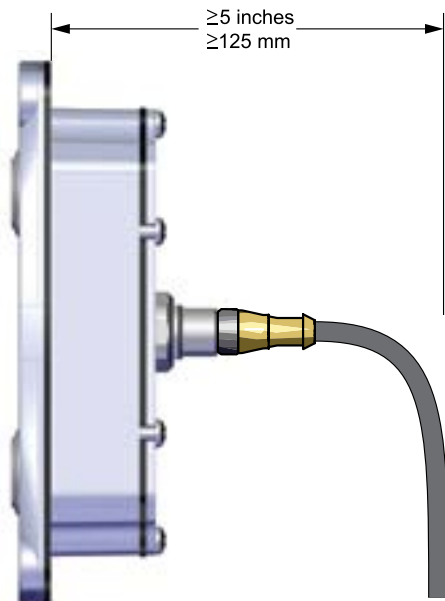

Figure 25
4. Assurez-vous qu'il y a au moins 5 pouces (125 mm) derrière l'ouverture du panneau pour permettre au câble de se plier (**Figure 25**).